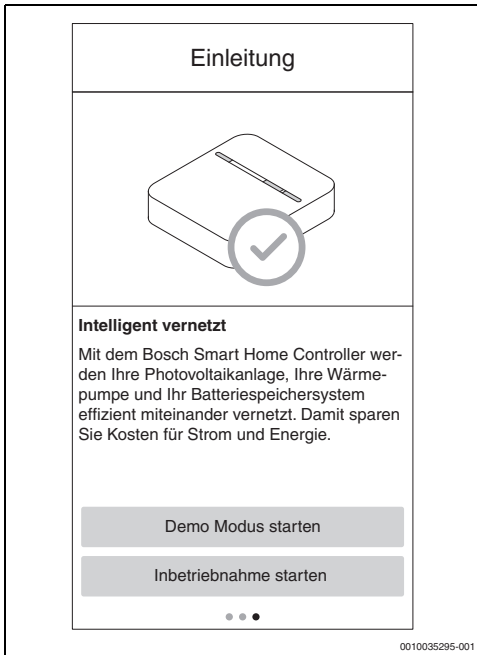

Bild 17 Inbetriebnahme starten auswählen
7. Auf dem dritten Introscreen **Inbetriebnahme starten** auswählen (→ Bild 17).
- ▶ Auf dem dritten Introscreen **Demo Modus starten** auswählen (→ Bild 17).